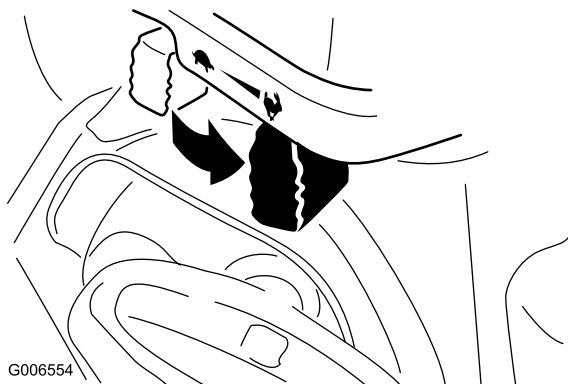

Figura 28
6. Mettete l'acceleratore in posizione Fast (Figura 28).